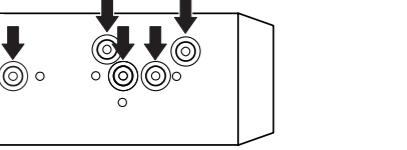
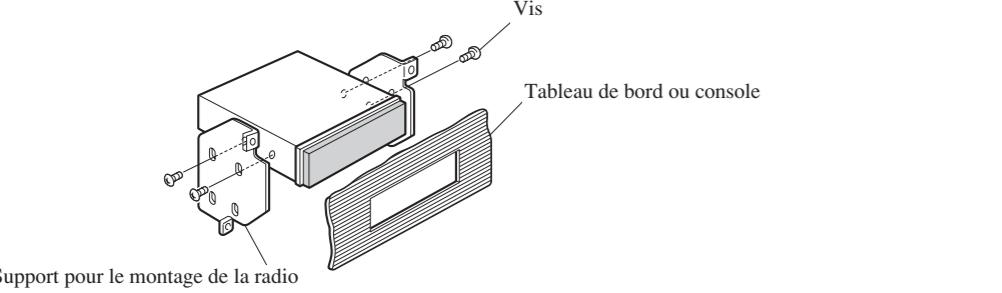

Fig. 9
Fig. 10
DIN Rear-mount**Installation using the screw holes on the side of the unit****1. Remove the frame. (Fig. 8)****2. Fastening the unit to the factory radio mounting bracket. (Fig. 9) (Fig. 10)**
2. Fixation de l'appareil au support pour le montage de la radio installée par le constructeur. (Fig. 9) (Fig. 10)